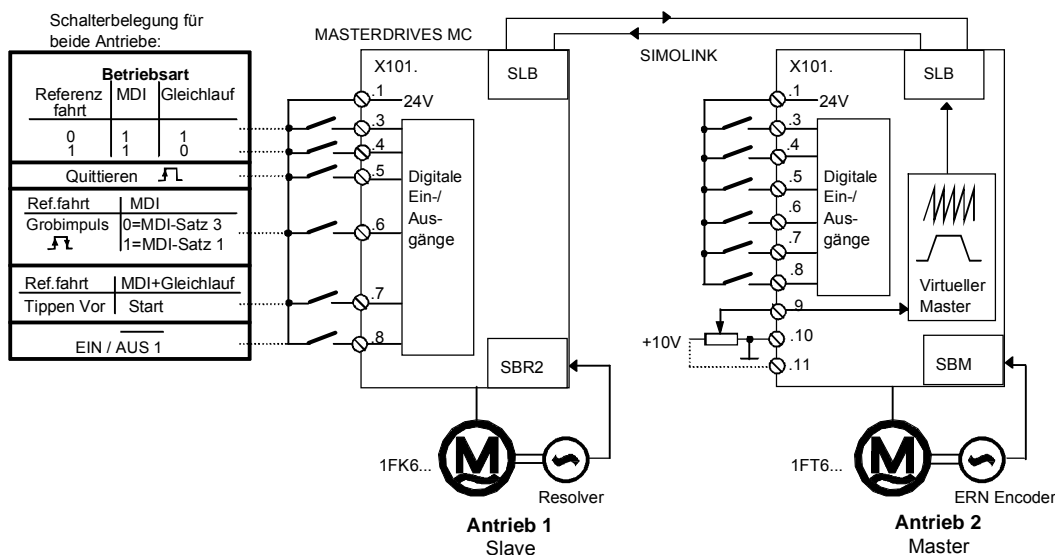

Bild 9-46 Applikationsbeispiel 2: Hardwarekonfiguration und Verdrahtung
Aus Bild 9-46 geht die in diesem Beispiel gewählte Belegung der Digitaleingänge ② hervor.